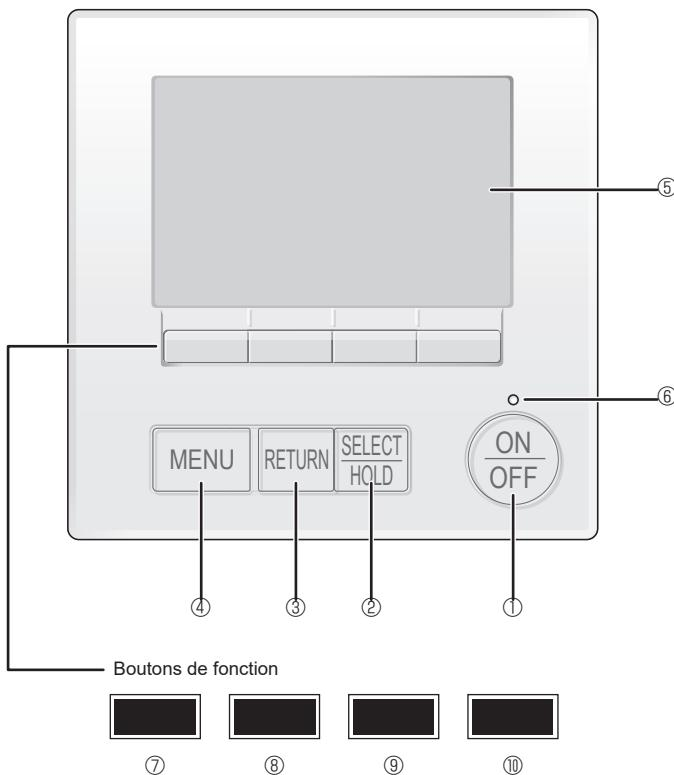

Fig. 6-1
6.2.1. Utilisation de la télécommande filaire (Fig. 6-1)